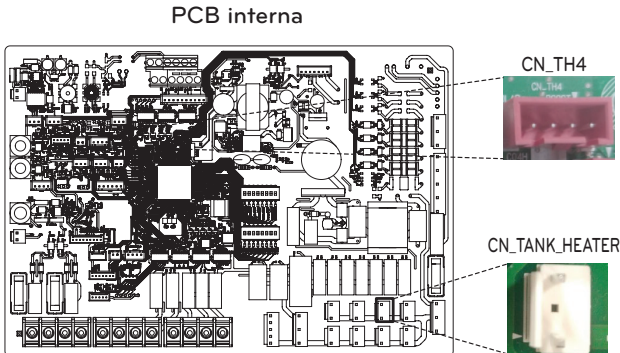

Fig. 1
Passo 4. Collegare il connettore bianco a CN_TANK_HEATER sul PCB principale. (Fig. 1/3)